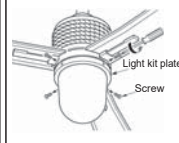

Fig.28
Paso 7: Remueva los 4 tornillos de la placa del kit de luz. (Fig. 28)